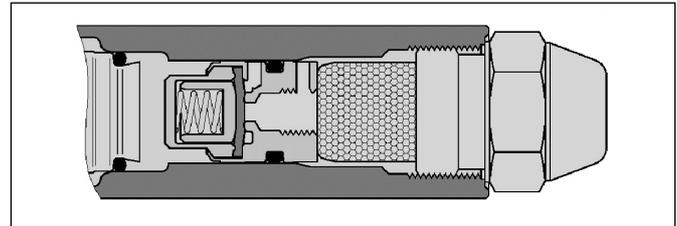
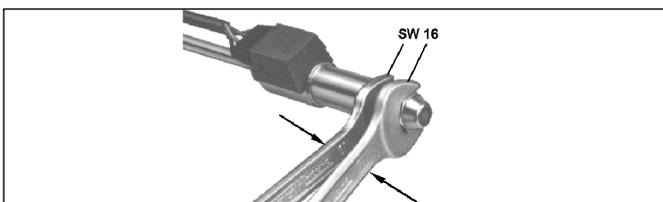

Abb. 4.10: Düsenstock
Abb. 4.9: Düse montieren mit SW16
1. Zündelektrodenstecker (6) abziehen.
2. Gewindestift (4) lösen.
3. Stauscheibe (1) mit Zündelektrodenblock (3) nach oben abziehen.
4. Verschlussstopfen (Transportsicherung) aus der Gewindebohrung des Düsenstockvorwärmers (2) entfernen.
8. Öldüse einschrauben und mit zwei Gabelschlüsseln (SW 16) befestigen (s. Abb. 4.9). Dabei drückt das Filtersieb das LE-Absperrventil bereits für den ersten Brennerstart in die optimale Position (s. Abb. 4.10).